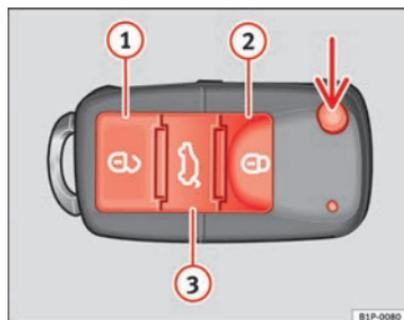

Fig. 45 Affectation des touches de la clé à radiocommande
- Appuyez sur la touche  (2) → fig. 45 de la radiocommande.
- Appuyez sur la touche  (1) → fig. 45 de la radiocommande.